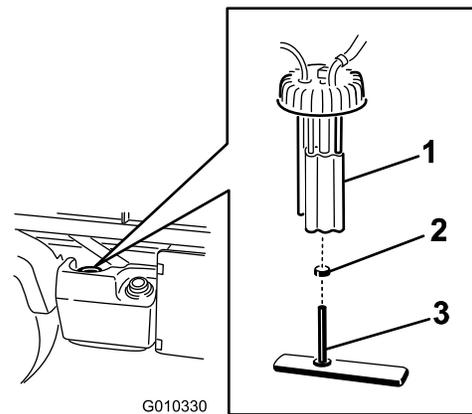

Рисунок 50
2. Отсоедините разъемы проводов от топливного насоса (Рисунок 50).
3. Ослабьте зажим шланга и отсоедините топливную магистраль от крышки топливного насоса (Рисунок 50).
4. Отвинтите крышку топливного насоса от верхней части топливного бака (Рисунок 50).
5. Извлеките из топливного бака узел топливного насоса и топливный фильтр (Рисунок 50).
6. Снимите зажим, крепящий шланг топливного фильтра к фитингу топливного насоса. Отсоедините шланг от фитинга (Рисунок 50).